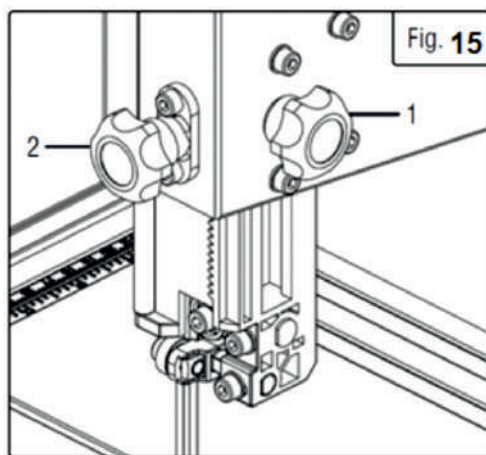

Рис. 15
1. Ослабьте фиксирующую ручку (Рис. 15–1) на задней части станка. Используйте ручку регулировки (Рис. 15–2), чтобы отрегулировать высоту верхней направляющей пильного полотна. Затяните ручку фиксации регулировки, как только будет достигнута нужная настройка.